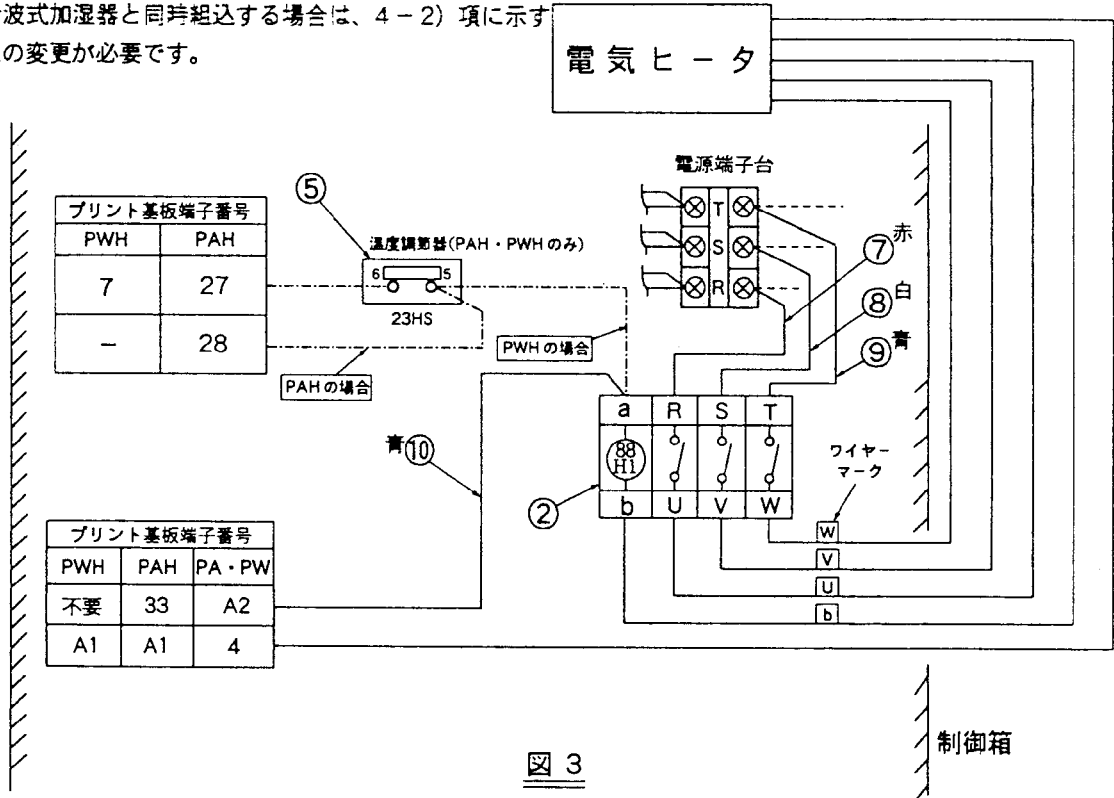

図 3
- 2). PAH・PWHの場合のみ温度調節器⑤を図3の様に接続してください。